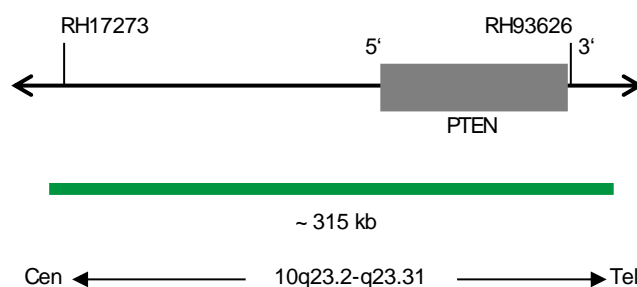

Fig. 1: SPEC PTEN Mapa da sonda (sem escala)
- Polinucleótidos (~10.0 ng/μl) com marcação ZyGreen (excitação 503 nm/emissão 528 nm), dirigidos ao mapeamento de sequências alvo em 10q23.2-q23.31\* (chr10:89,440,649-89,755,790) contendo o gene PTEN (ver Fig. 1).